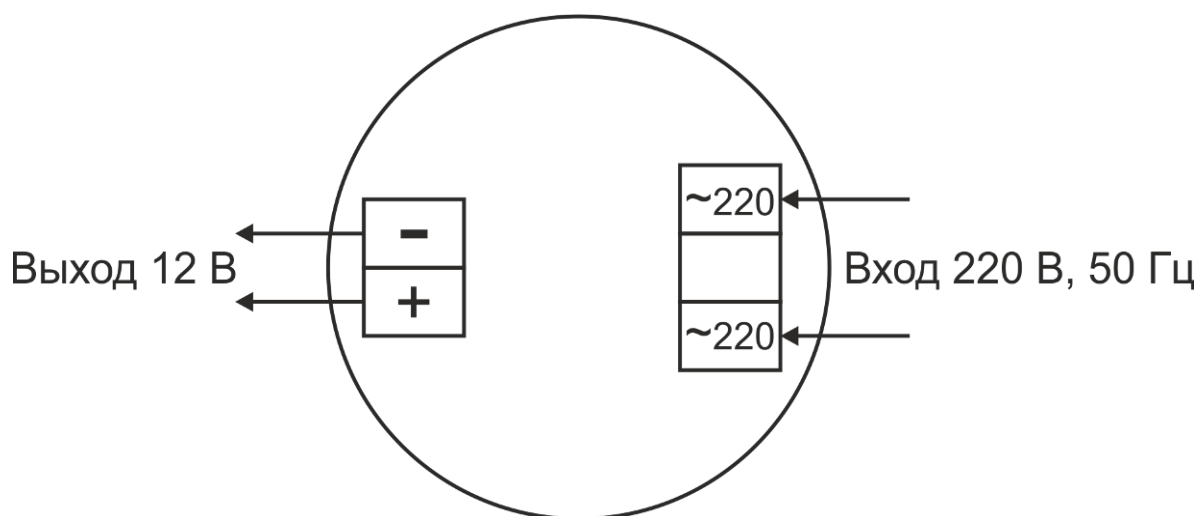

Рис. 6 – Схема подключения преобразователя
- осуществить монтаж кабеля в кабельном вводе согласно рис. 8 и подключить провода в соответствии со схемой подключения, рис. 6.